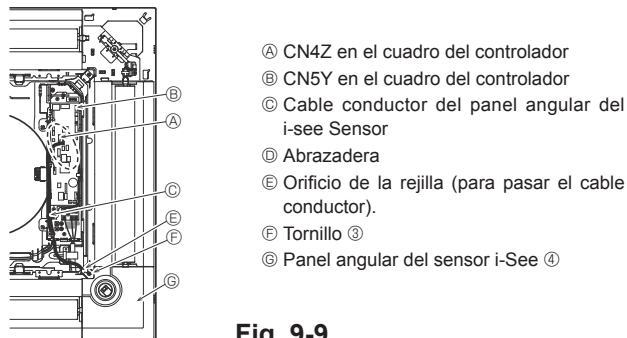

Fig. 9-9
9.4.5. Instalación del panel angular del i-see Sensor (Fig. 9-9)
- Pase el conector del cable conductor (blanco, 4 polos y blanco, 5 polos) del panel angular del i-see Sensor (④) desde el lateral de la caja eléctrica de la unidad principal y conéctelo a los conectores CN4Z y CN5Y del cuadro del controlador.